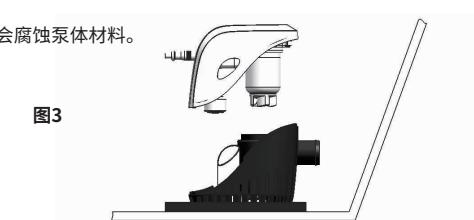

图3
• 清洁过滤网：按住两边的卡扣提起泵就可以清洗了。见(图3)